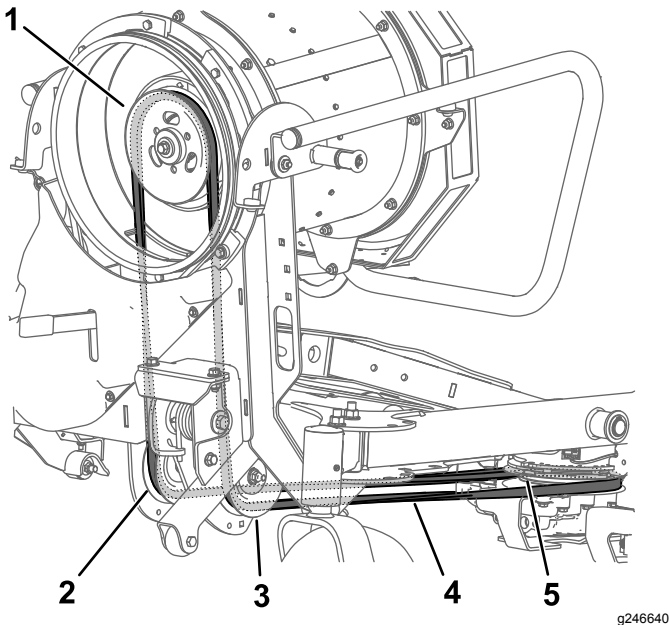

Figura 33
6. Retire la correa de la polea del ventilador (Figura 33).
7. Enrute la correa hacia abajo a través del conjunto del adaptador de la transmisión, alrededor de las poleas tensoras, y alrededor de la polea del embrague (Figura 33). Asegúrese de que la correa está asentada correctamente en las ranuras de las poleas.